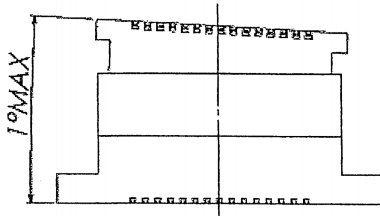
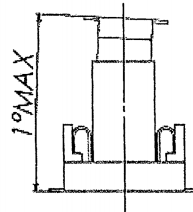

図3/ Fig. 3 (平行接続タイプに適用)
図4/ Fig. 4 (平行接続タイプに適用)
- ・嵌合時の許容角度は図3~図4になりますので、記載角度以下で使用して下さい。
/Please mate below the angle of the figure 3,4.